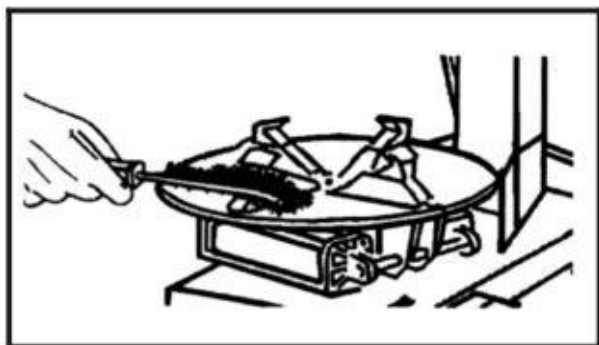

Fig 4
- Rengjør og smør alle bevegelige deler av maskinen. (Fig. 4)